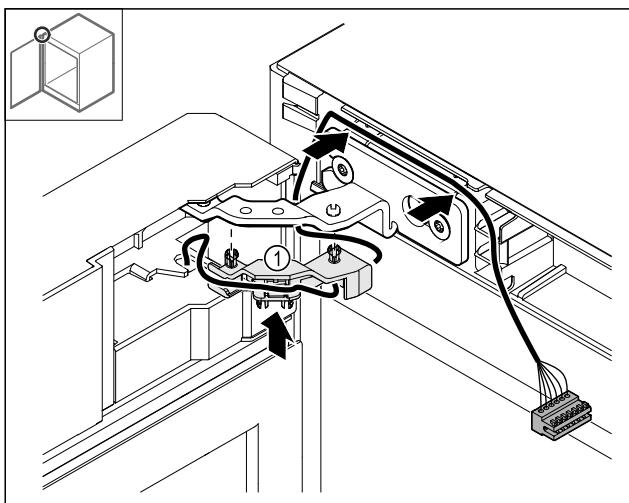

Fig. 48
- Притисніть кабельний тримач так, Fig. 48 (1) щоб він увійшов у шарнір.